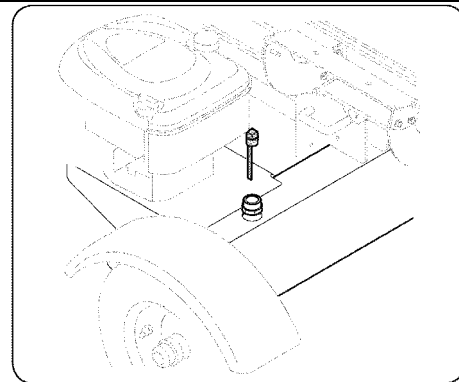

Рис. 8
2. Извлеките щуп вентилируемого резервуара, который находится в передней части двигателя в верхней части резервуара. См. Рисунок 8.
3. Проверьте уровень жидкости, используя щуп. См. Рисунок 8. Не переполнять.